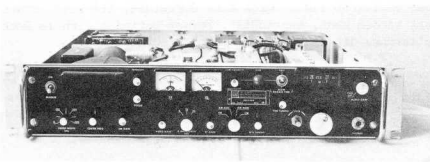

Bild 5: Empfänger ohne Deckel
- 1 Empfänger fest in das Gehäuse eingeschraubt (siehe Bild 5)
Auf der Frontplatte gemäss Bild 5 befinden sich folgende Kontrollen und Anzeigen: